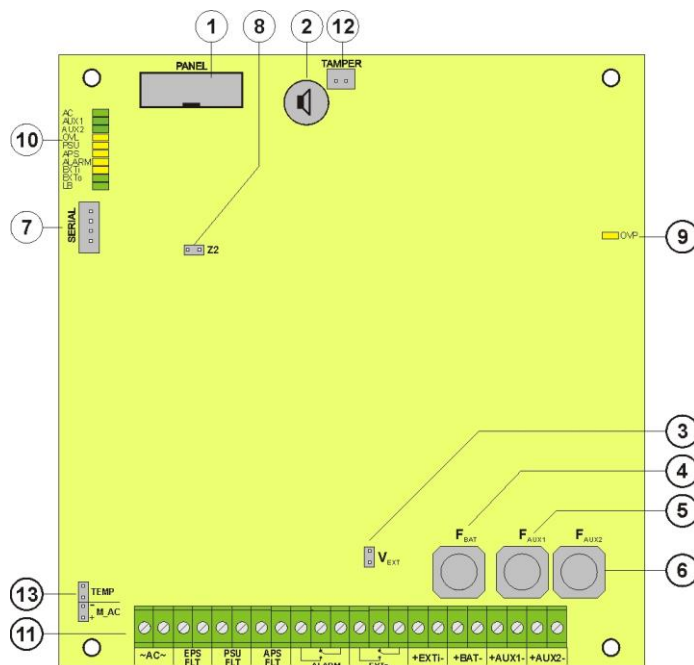
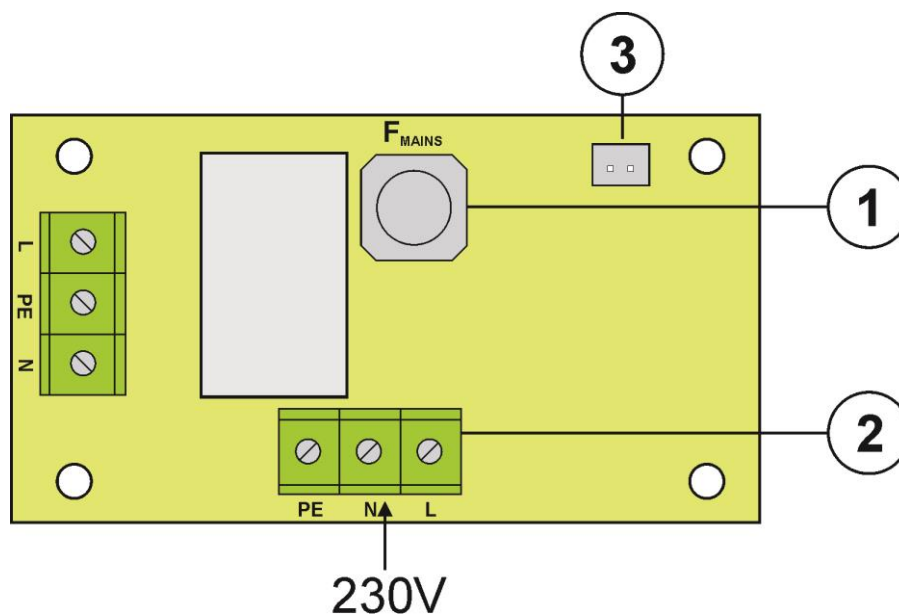

Abb. 2. Ansicht der PCB Platte des Netzteils.
Abb. 3. Ansicht der Platte des EMC Filters.
Tabelle 1. Elemente der PCB Platte des Netzteils (Abb. 2)
Tabelle 2. Elemente der PCB Platte des EMC Filters (Abb. 3)
①	Trennungstransformator
②	Platte des Netzteils (Tab. 1, Abb. 2)
③	Messfühler der Akkutemperatur
④	Platz für Montage des Zusatzmoduls: INTR, INTE
⑤	Platz für Anschluss des Sicherungsmoduls EN54-LB4 oder EN54-LB8
⑥	TAMPER; Mikroschalter (Stoß) des Sabotageschutzes (NC)
⑦	Filtermodul EMC (Tab. 2, Abb. 3)
⑧	Akkus 2x40 Ah
⑨	Ausbohrung zur Montage der Kabelverschraubung
⑩	Ausbohrung zur Montage der Kabelverschraubung (Kommunikationsleitung der Schnittstelle)
⑪	Ausbohrung zur Durchführung der UP Leitungen
⑫	Schloss
⑬	Verbindungskabel des Akkus: Plus: +BAT = rot, Minus: - BAT = schwarz